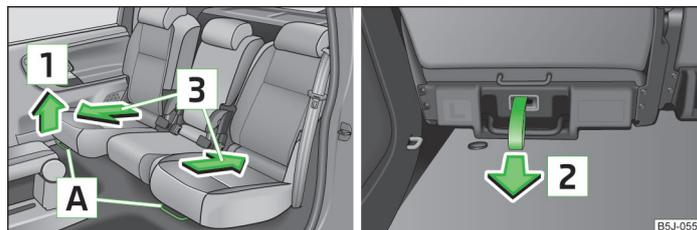

Fig. 37 Desbloqueo delante / detrás
- Tirar de la palanca **A** » fig. 37 hacia arriba en la dirección de la flecha **1** o del lazo de desbloqueo en la dirección de la flecha **2** y deslizar el asiento a la posición deseada en la dirección de la flecha **3**.